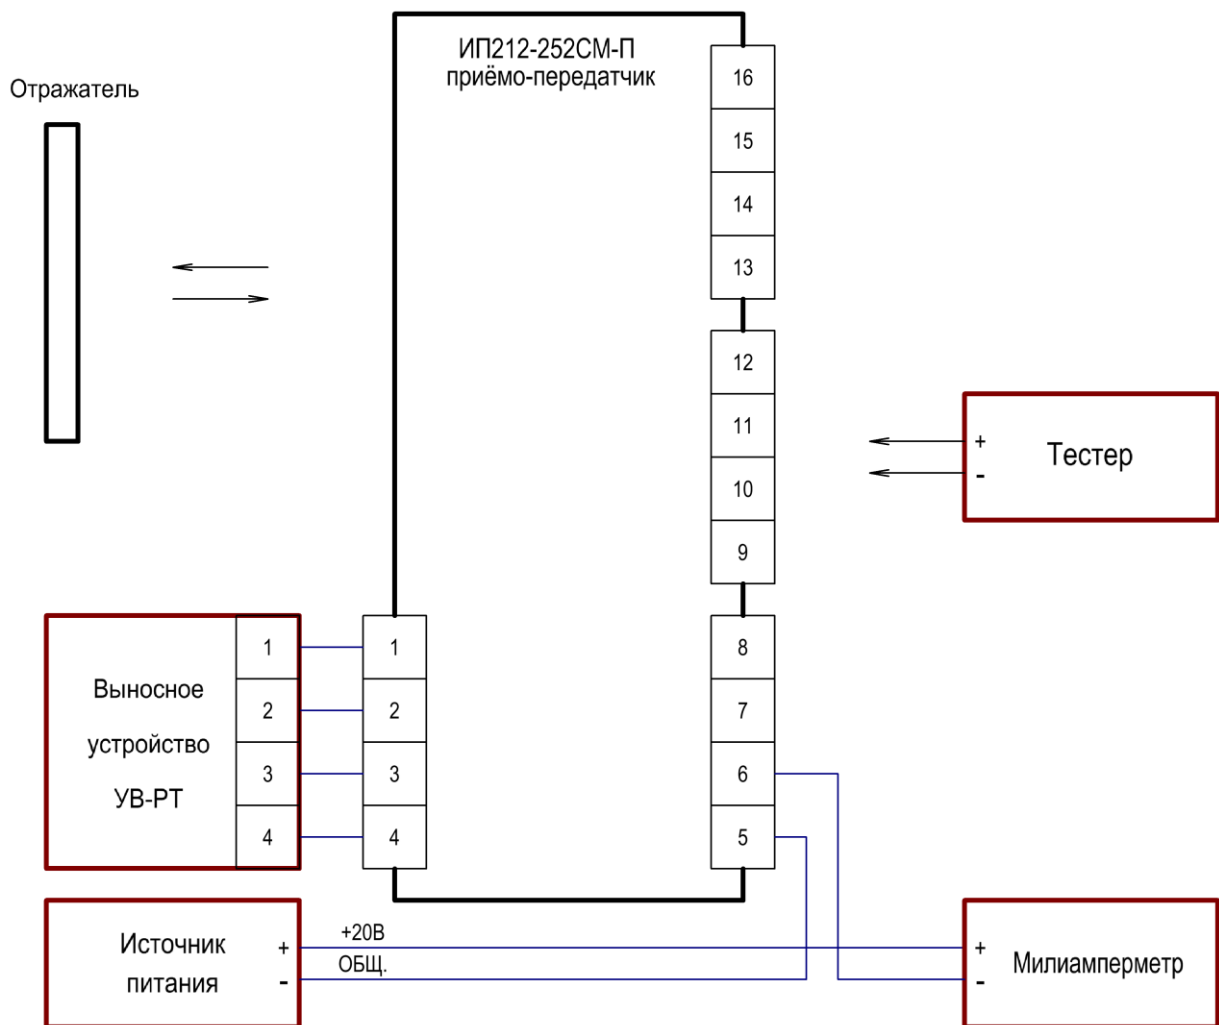

Рисунок 5
3.5.1 Для проведения полнофункциональной проверки работоспособности извещателя перед его монтажом в систему пожарной сигнализации соберите схему проверки (рисунок 5).